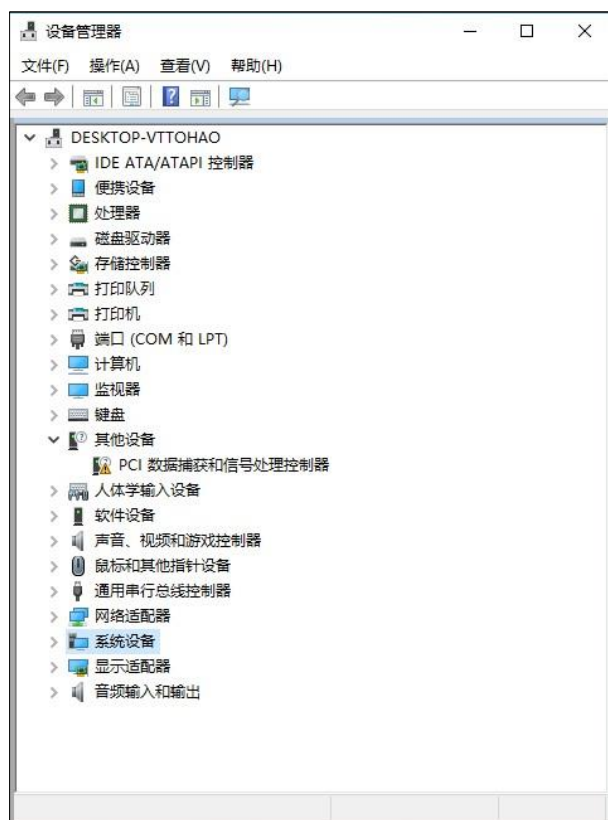

图 2.4、未安装驱动程序之前
- 1) 打开 Windows 操作系统的设备管理器，在未安装驱动程序时，如下图 2.4 所示，显示为“PCI 数据捕获和信号处理控制器”。